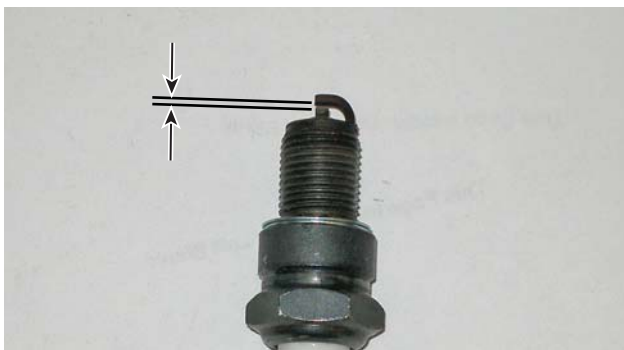

Figura 38 – Requisitos de separación de la bujía
- Si la separación de la bujía de encendido es incorrecta (el límite que se acepta es de 0,024 – 0,032 pulgadas [0,60 – 0,80 mm]) (vea la Figura 38).